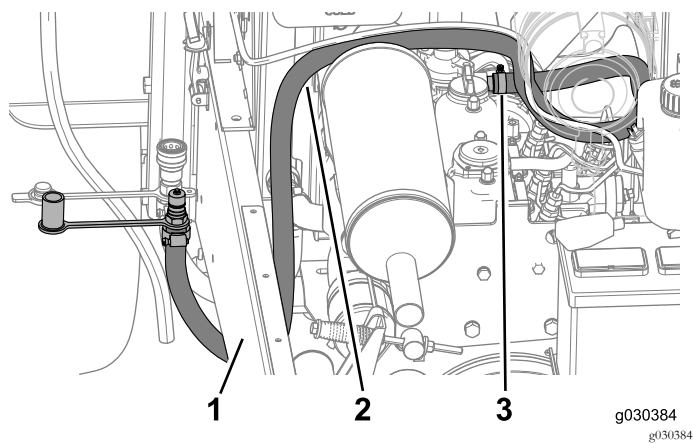

Bild 35
- Schieben Sie den Schlauch auf das gezahnte Ende des geraden Anschlussstücks und befestigen ihn mit der Schlauchklemme (Bild 35).
- Verlegen Sie den langen Schlauch, wie in Bild 35 abgebildet.